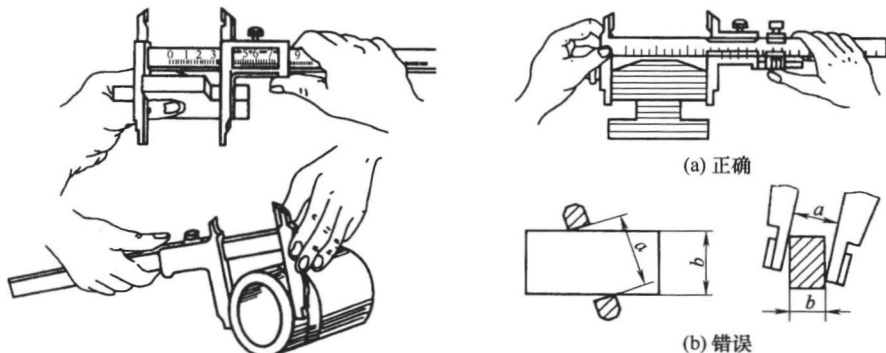

图 1-6 测量外尺寸的方法
3) 测量外尺寸时，量爪应张开到略大于被测尺寸，以固定量爪贴住工件，用轻微压力把活动量爪推向工件，卡尺测量面的连线应垂直于被测量表面，不能偏斜，如图 1-6 所示。